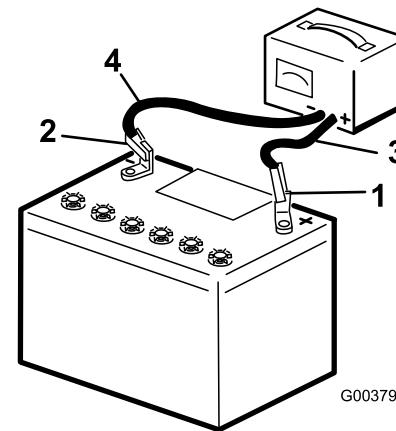

図 46
3. バッテリーのプラス端子にプラスケーブルを接続する図 46。
4. バッテリーのマイナス端子にマニナスケーブルを接続する図 46。
6. 充電が終わったら、充電器のプラグをコンセントから抜いてから、充電用のリード線をバッテリー端子から外す図 46。